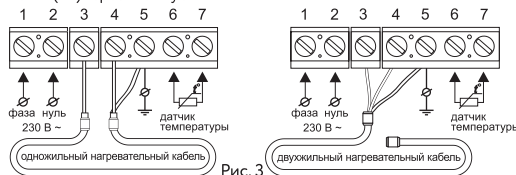

Рис. 3
1. Проведите соответствующие соединения, согласно схеме включения (рис.3)